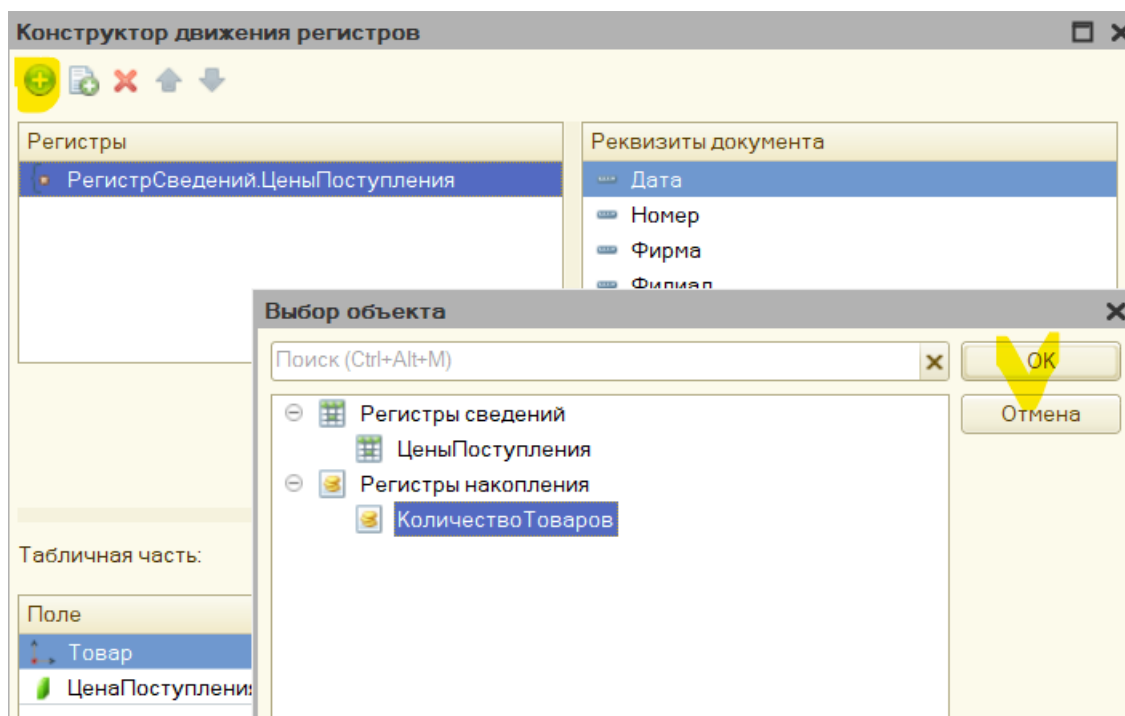

Рис. 3.33. Окно конструктора движений регистров
4. Конструктор движений устроен достаточно просто – в списке Регистры перечислены регистры, по которым документ может создавать движения или уже создал движения. Нам необходимо нажать на кнопку добавить и выберем регистр – КоличествоТоваров и нажмем на кнопку ОК (рис. 3.33).